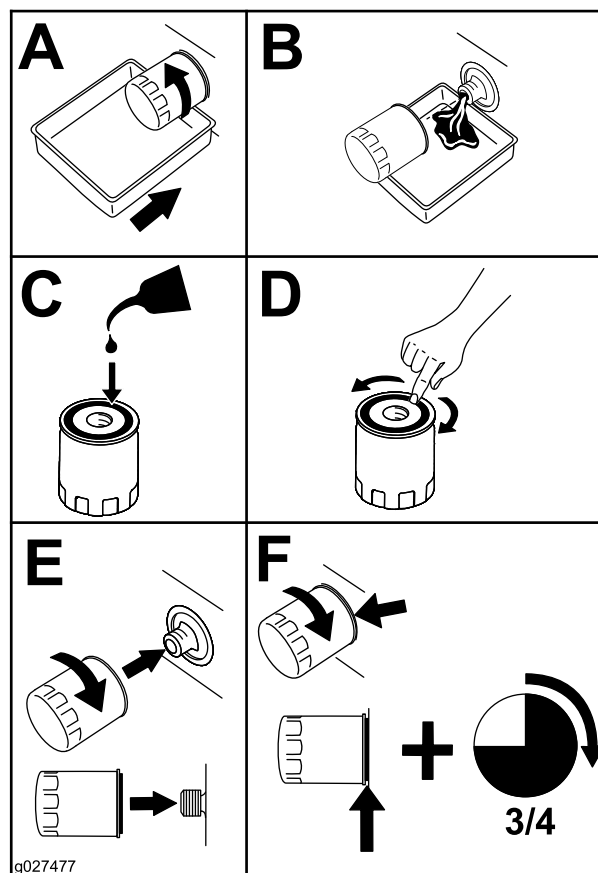

Figura 46
2. Înlocuiești filtrul de ulei de motor (Figura 46).